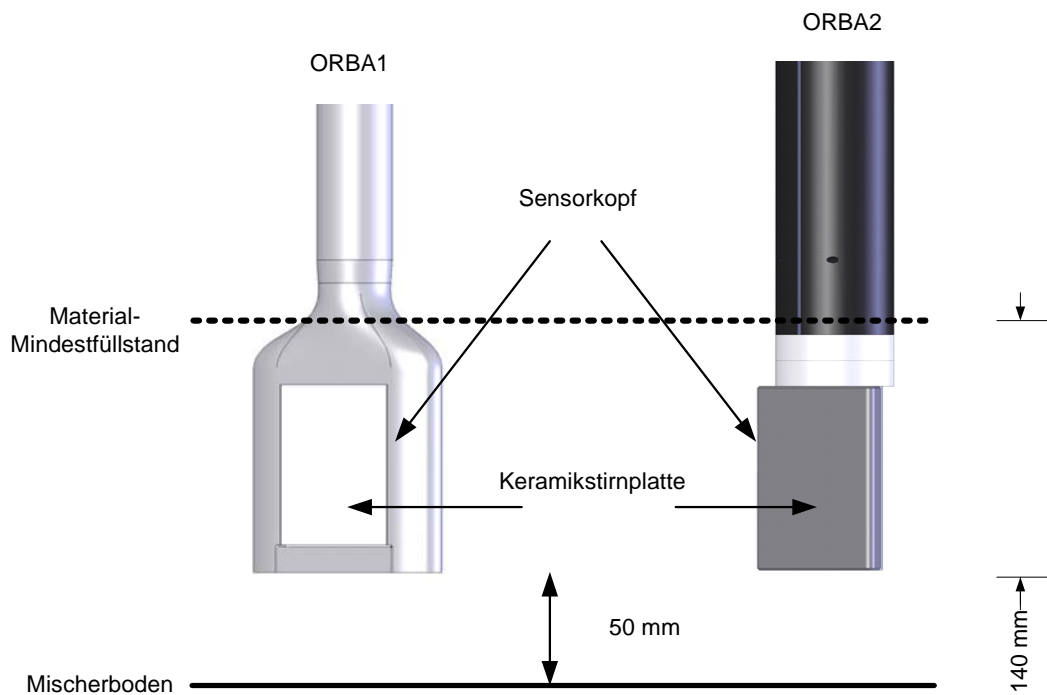

Abbildung 13: Höheneinstellung des Sensorarms
- Die Sensorarme sind in mehreren Längen erhältlich. Der Sensor ist so einzubauen, dass sich ein Spalt von 50 mm zwischen der Unterseite des Sensorarms und dem Boden des Mixers befindet (Figure 13).
Die empfohlene Höhe für typische Einsatzbereiche beträgt 50 mm über dem Boden des Mixers (Figure 13). Diese Höhe kann mit dem Winkelmaß eingestellt werden, das eine Breite von 50 mm hat.